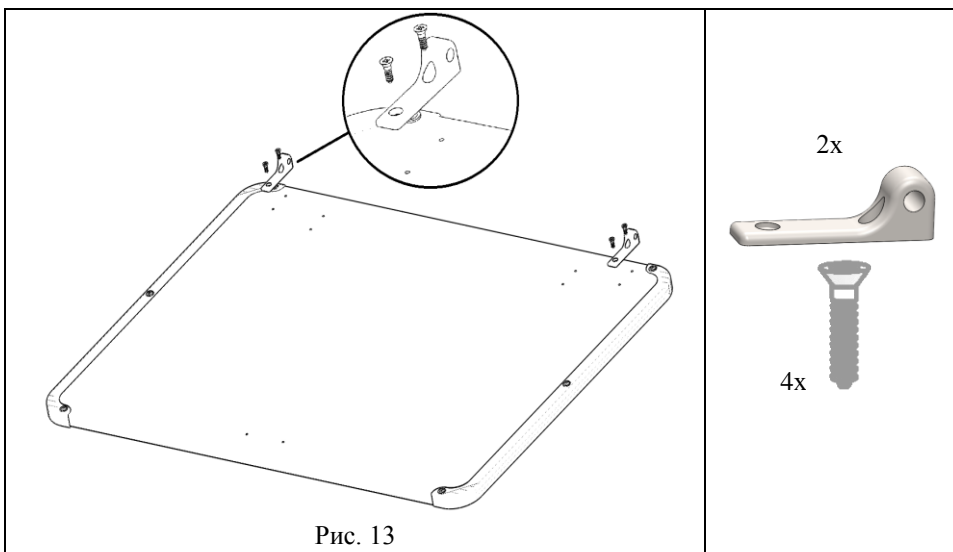

Рис. 13
5.5.1. К столешнице (поз. 5) прикрутить СУТ.41.191. шарнир подвижный (поз. 1, пакет № 143) при помощи саморезов с потайной головкой 4x12 (поз. 2, пакет № 143), (см. рис. 13).